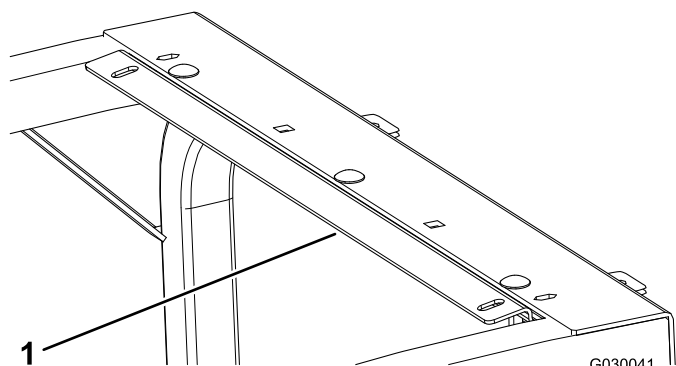

図 2
4. 後ブラケットを取り付ける既存の3本のキャリッジボルトをブラケットの3本のスロットに合わせる 図 2。